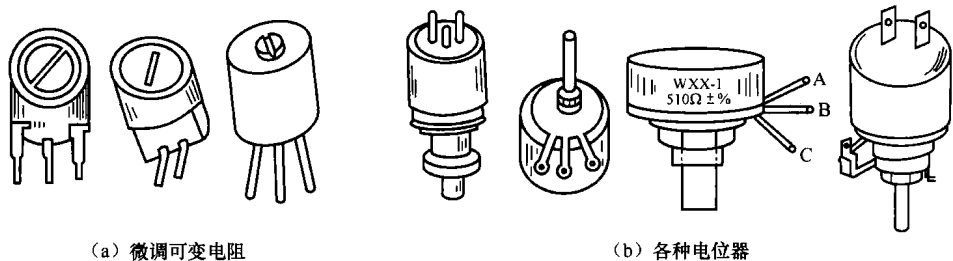

图 1.9 常用可变电阻器外形
② 可变电阻器。可变电阻器简称可变电阻, 其阻值可在规定的范围内任意调节。可变电阻器可分为半可调电阻器和电位器两类。常用的可变电阻器外形如图 1.9 所示。